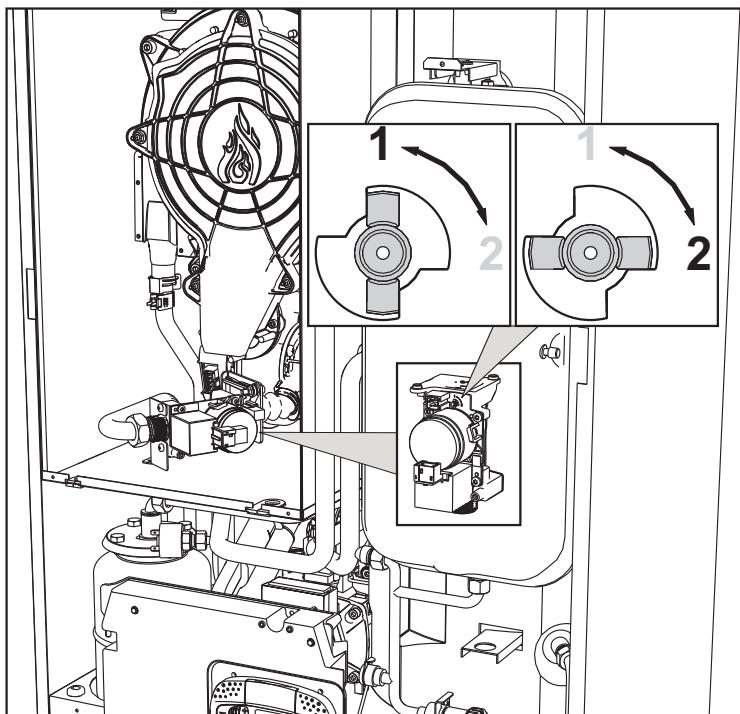

fig. 30
- 3.Ruotare il Throttle (fig. 30) secondo la posizione indicata nella tabella 9.